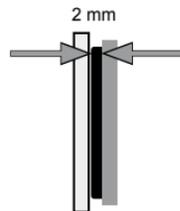

Imagen 27. Desgaste del freno delantero
2. Revisar el nivel de desgaste de las balatas del freno delantero. *Ver imagen 27.*